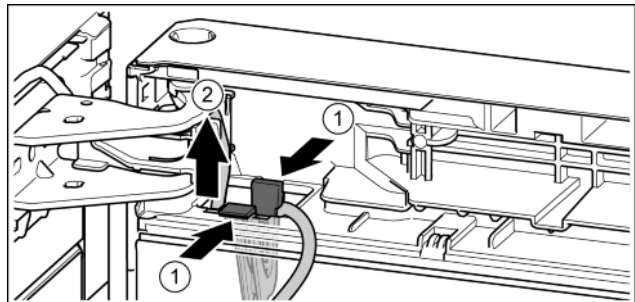

Fig. 25
- ▶ Lasche drücken. Fig. 25 (1)
- ▶ Kabelhalter mit daran befestigtem Kabel herausziehen. Fig. 25 (2)